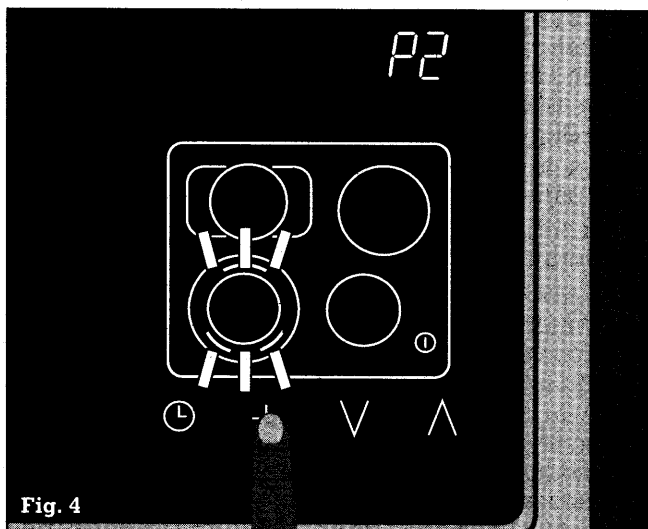

Fig. 4
- ... toccate il simbolo +. Sul display del timer si accende **P2**. Sul display della zona di cottura 1 (davanti a sinistra) lampeggia il simbolo relativo all'ampliamento $\odot$ (fig. 4).